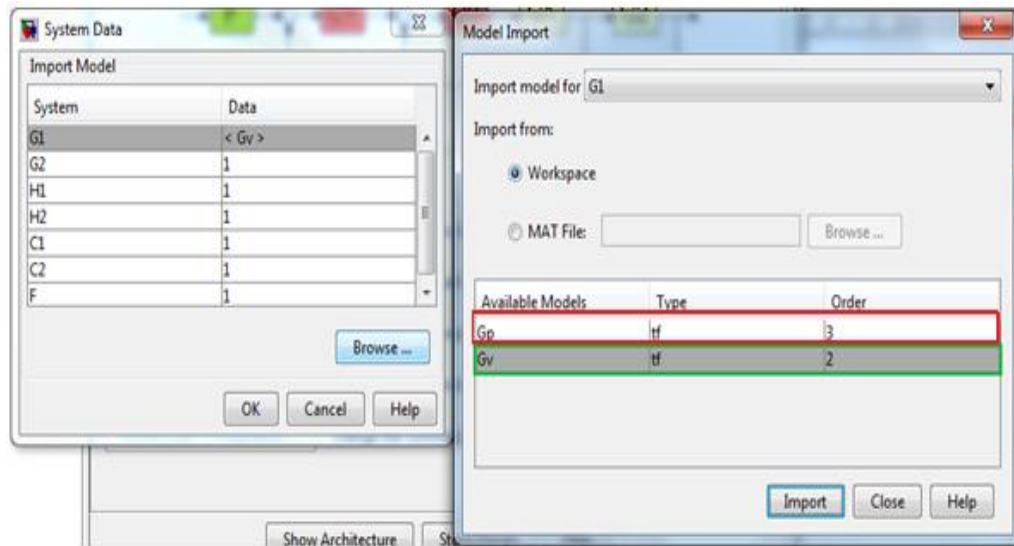

Figura 67. Esquema para importar función de transferencia Posición al bloque G2.
- En la ventana *Model Import* escoja la opción *Workspace*, donde se encuentra la función G1 recuadro verde Figura 67, que se genera al compilar el archivo *SintonizarposicionyVelocidad.m* escoja Gv, de click en importar y luego en cerrar, así se cerrara la ventana *Model Import*.
- En la ventana *Model Import* escoja la opción *Workspace*, donde se encuentra la función G2 recuadro rojo Figura 67, que se genera al compilar el archivo *SintonizarposicionyVelocidad.m* escoja Gp, de click en importar y luego en cerrar, así se cerrara la ventana *Model Import*.